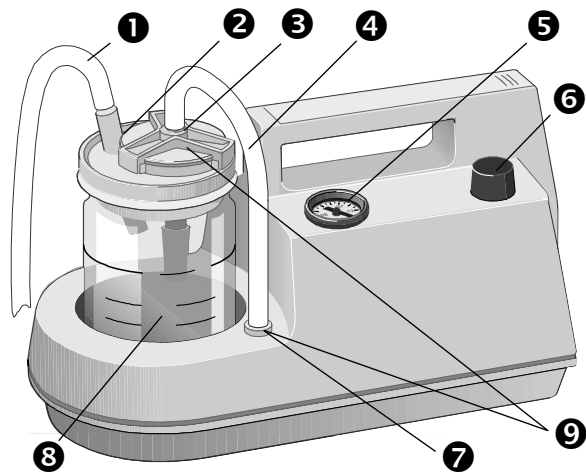

Bild 1. ATMOS LC 16
- ① Netzsteckeranschlussbuchse
- ② Netzschalter
- ③ Sicherung
- Setzen Sie den Saugschlauch (①, Bild 1, Seite 4) über den Anschlussstutzen (②, Bild 1, Seite 4).
- Verbinden Sie den Silikonschlauch (④, Bild 1, Seite 4) mit dem Filteranschlussstutzen (③, Bild 1, Seite 4) und dem geräteseitigen Anschlussstutzen (⑦, Bild 1, Seite 4) (grünen Signaling beachten).